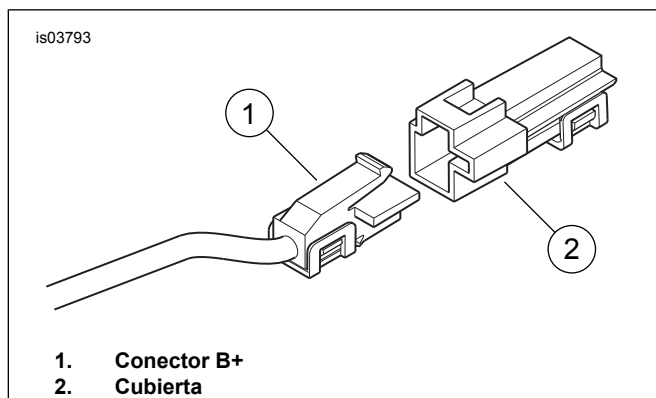

Figura 6. Conector B+
8. Corte los cables rojo y naranja/blanco del arnés del altavoz y amplificador (5) a una longitud adecuada para que alcancen fácilmente los conectores de empalme sellado en el relé. Empalme y selle los cables rojo y naranja/blanco al conector de empalme sellado (6) del cable rojo del terminal 3 del relé.
9. Seleccione el conector de empalme sellado (7) en el extremo libre del cable **rojo** que viene del terminal 5 del relé. Empalme el cable rojo en un extremo del portafusibles en línea (8) al cable rojo del terminal 5 del relé.
10. Empalme el extremo opuesto del portafusibles en línea al cable adaptador de 12 V (9) con el conector de empalme sellado azul (10) del paquete de elementos de sujeción.
11. Vea la Figura 6. Localice el conector B+ (positivo de la batería) (1) en el arnés eléctrico principal debajo del asiento (un cable rojo con un conector gris no usado). Extraiga la cubierta (2) del conector B+.